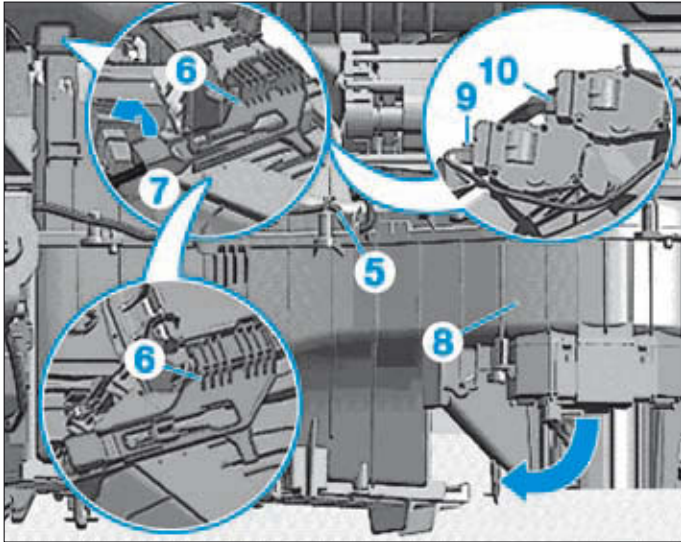
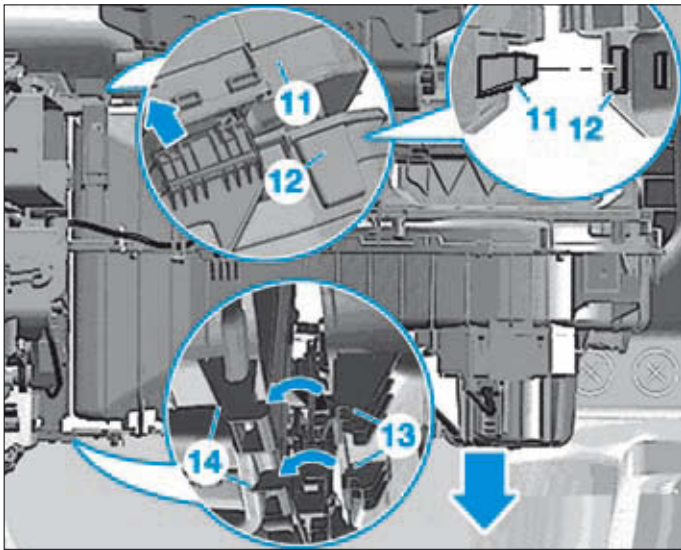

FIG. 13
FIG. 14
- Détacher le faisceau (5) du bloc d'aspiration d'air (Fig.13).
- Déposer le verrouillage (6) entre le climatiseur et le bloc d'aspiration d'air (7) en le soulevant et le tirant dans le sens de la flèche (7).
- Tirer le bloc d'aspiration d'air (8) à droite vers le bas.
- Repérer les connecteurs du servomoteur de volet (9) et du servomoteur de volet de recyclage d'air (10) puis les débrancher.
- Dégrafer la languette supérieure (11) du logement (12) du bloc d'aspiration d'air (Fig.14).
- Dégrafer le bloc d'aspiration de ses pattes inférieures (13) en (14).